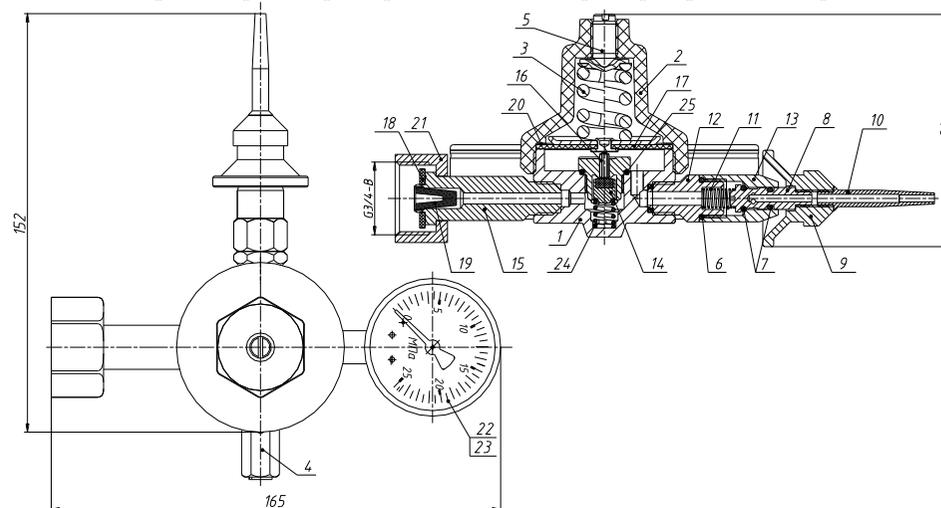

Рис. 1. Редуктор баллонный гелиевый одноступенчатый типа БГО-50-4-ВШ.
- Наибольшее давление газа на входе, МПа (кгс/см²) 20 (200)
- Наибольшее давление срабатывания ПК предохранительного клапана, МПа (кгс/см²) 0,8 (8)
- Габаритные размеры, мм, не более 165x152x85 (см. рис.1)
Устройство редуктора и присоединительные размеры приведены на рис. 1.